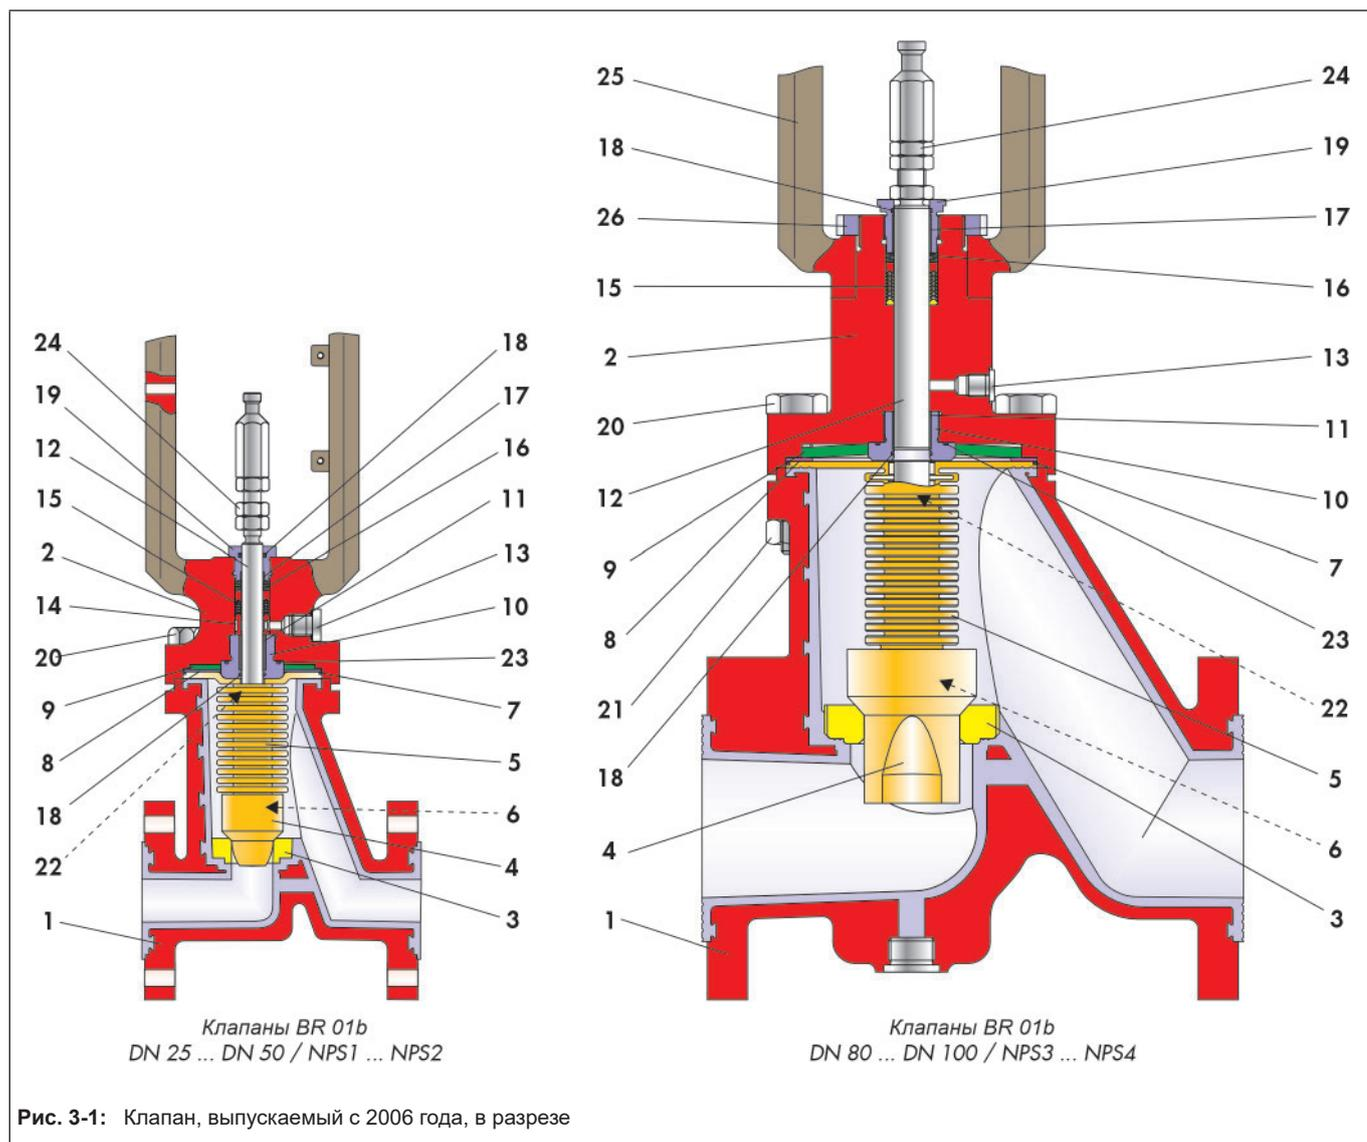

Рис. 3-1: Клапан, выпускаемый с 2006 года, в разрезе
Положение конуса определяет при этом живое сечение потока между конусом (4) и седлом (3), см. рисунок 3-1 и рисунок 3-3.
- ⇒ Поочередно вставьте запорное кольцо, V-образные кольца шевронной уплотнительной манжеты (15) и дистанционный ролик (14). Расположение шевронной уплотнительной манжеты показано на чертеже, рис. 3-1.
- ⇒ Поместите комплект тарельчатых пружин (16) в предусмотренное для этого посадочное отверстие. Расположение тарельчатых пружин показано на чертеже, рисунок 3-1.
- ⇒ Вставьте кольцо круглого сечения (18) во внутреннюю канавку сальниковой коробки (19).
- ⇒ Верхнюю подшипниковую втулку (17) введите в нижнюю часть сальниковой коробки (19).
- ⇒ Смажьте сальниковую коробку (19) на резьбе.
- ⇒ Винтите сальниковую коробку (19) в верхнюю резьбу фланца крышки (2) так, чтобы наружная канавка сальниковой коробки оставалась видимой.